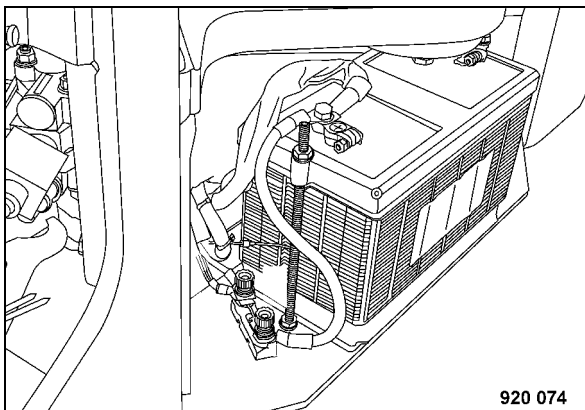

Fig. 149
- Pulire le batterie (Fig. 149) esternamente.